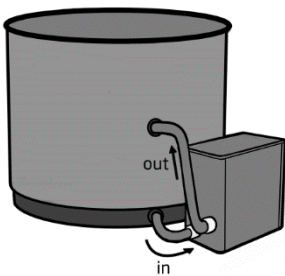

Bild 3 - Anschlussbeispiel Badefass
2. Öffnen Sie das manuelle Entlüftungsventil um einige Umdrehungen (Bild 3) Öffnen Sie es vorsichtig mit Hand (nicht zu stark).